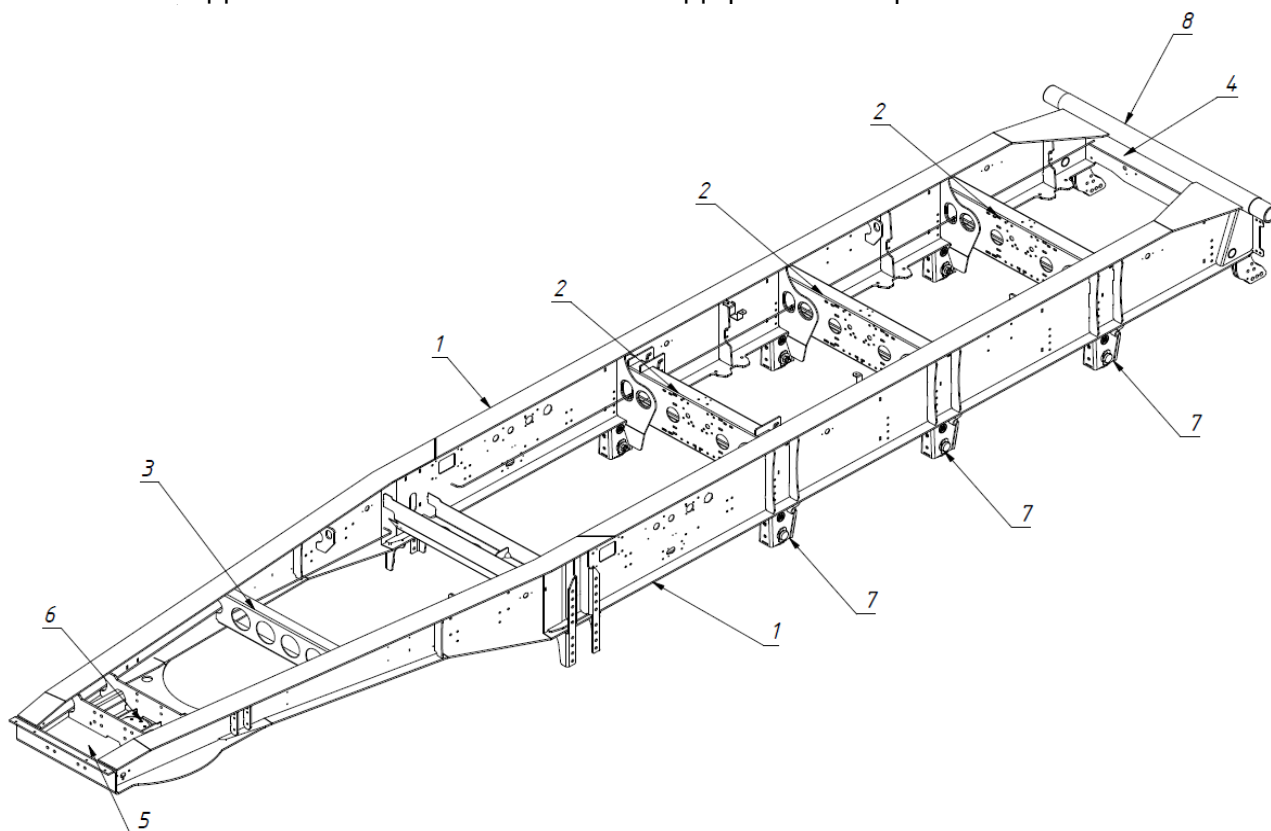

Рис. 1.4 - Рама полуприцепа
Рама полуприцепа (рис. 1.4) сварная и является его основным несущим узлом. Состоит из двух лонжеронов двутаврового сечения (1), промежуточных поперечин (2), передней поперечины (3), задней поперечины (4), шкворневой плиты (5), шкворня (6), кронштейнов подвески (7) и вала подъема кузова (8).